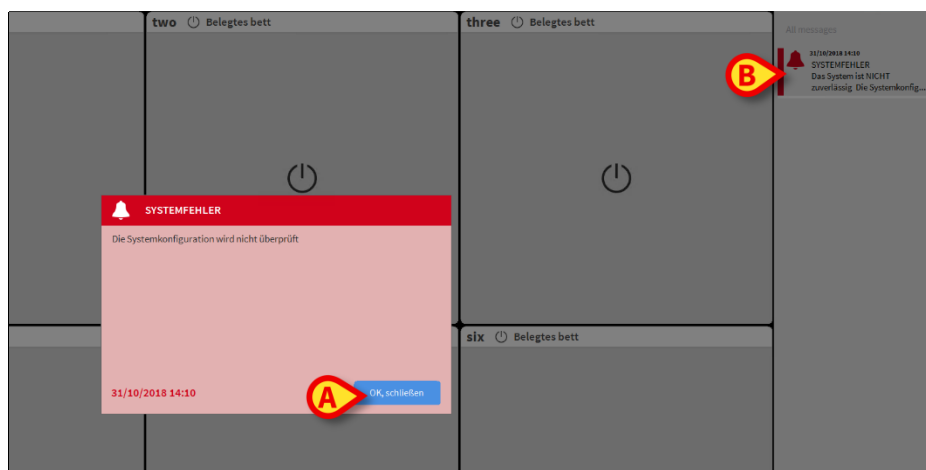

Abb. 2 - System nicht zuverlässig (Desktop)
- Klicken Sie auf **Ok, Schließen** in der Benachrichtigung, um sie zu bestätigen (Abb. 2 A).